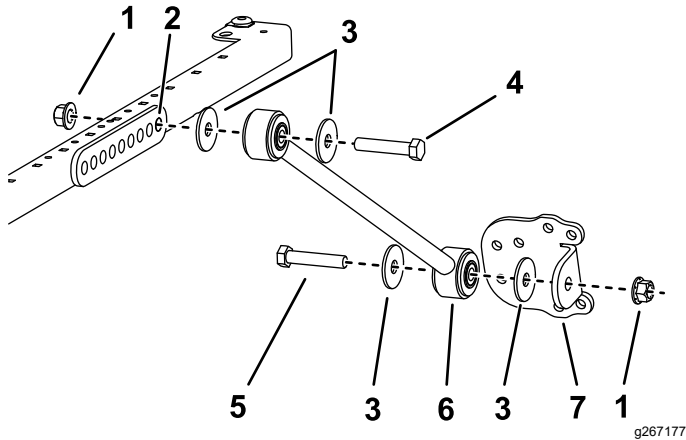

図 44
4. サンシェードのフレームの左右それぞれの側で、ブレース取り付け部の後ろの穴にブレースを仮止めするボルト1/2 x 2 3/4"、ワッシャ1/2"2枚、フランジナット1/2"1個を使用して図44のように取り付ける。
5. 各ブレースに、ブレースブラケットを仮止めするボルト1/2 x 2 1/2"、ワッシャ1/2"2枚、フランジナット1/2"1個を使用し、図44のように取り付ける。